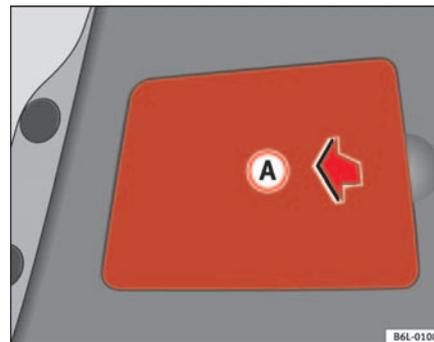

Abb. 153 Rücklicht an der Heckklappe
- Die Kunststoffabdeckung **(A)** ⇒ Seite 226, Abb. 153 abnehmen, einen Finger in den Spalt stecken und in Pfeilrichtung ziehen.